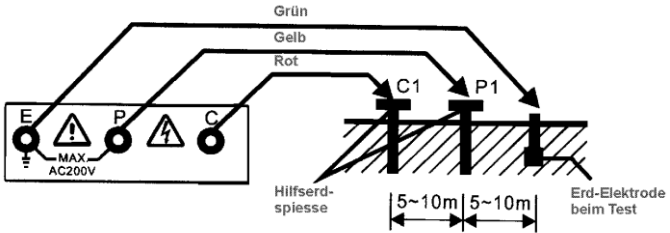

Abb. 1
1. Grüne, gelbe und rote Prüflleitung an die Eingänge E, P und C anschließen und Erdmessstäbe P und C in gerader Linie tief in den Boden stecken (siehe Abbildung 1).
- Folgen Sie dem Verbindungsaufbau in Abb. 1. Die rote LED-Anzeige wird leuchten. So kann man sehen, ob während der Erdwiderstand ein korrekter Stromkreislauf gegeben ist.